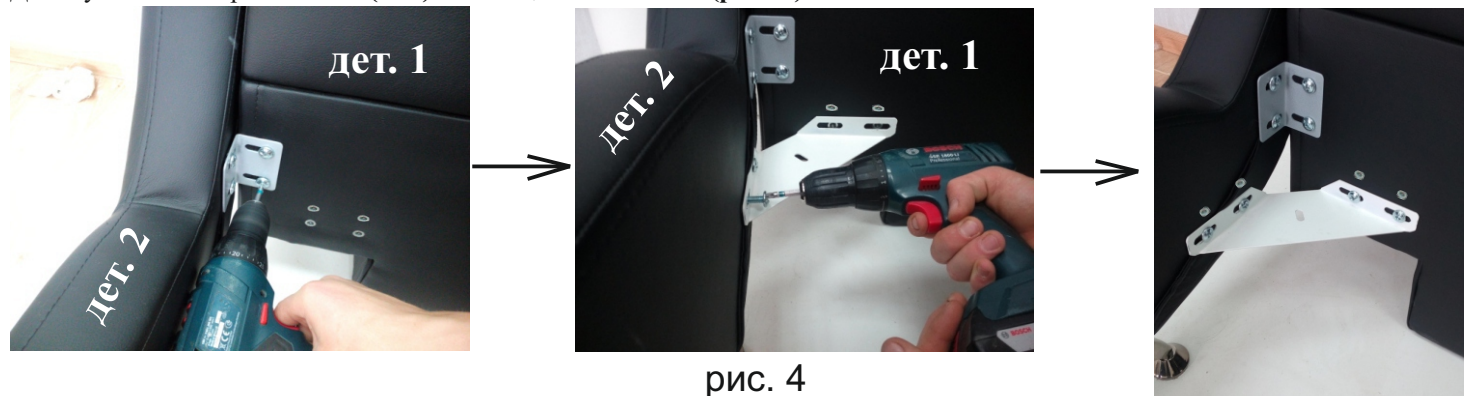

рис. 4
4. С помощью крепежных уголков (Ф-7) и винтов (Ф-1) стяните нижние части головной спинки (дет. 1) и боковых царг (дет. 2). Далее установите кронштейны (Ф-5) с помощью винтов Ф-1 (рис. 4).